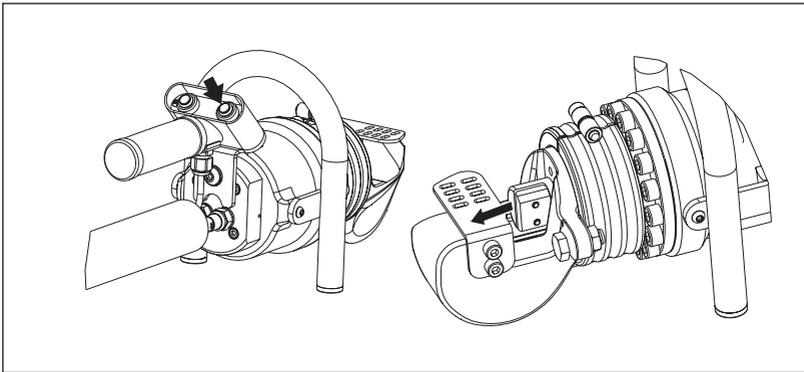

Figure 9, Utilisation - Marche avant / Découpe
- Maintenez le bouton poussoir **marche avant** enfoncé pour faire avancer le piston et coulisser la lame mobile vers l'avant. Voir la figure 9.